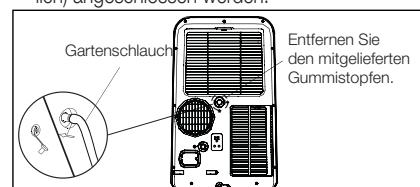

Abb. 25
1. Im Entfeuchtungsmodus müssen Sie einen Gartenschlauch (separat erhältlich) an das Gerät anschließen, um das Kondenswasser abzulassen. Nehmen Sie den Gummistopfen vom Schlauchanschluss ab, und schrauben Sie das Anschlussstück des Gartenschlauchs auf, wie in Abb. 25 dargestellt.